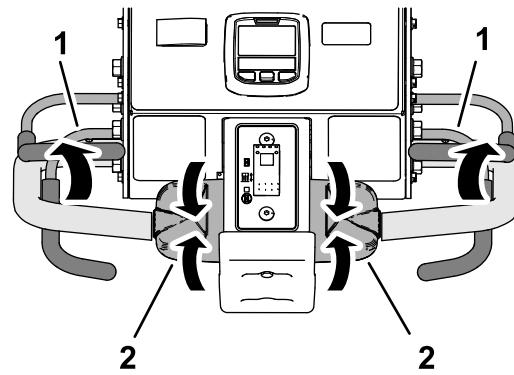

Bild 98
1. Lassen Sie den Fahrantriebshebel los und lassen Sie ihn in die NEUTRAL-Stellung fallen, und lassen Sie den Schaltbügel los (Bild 98).